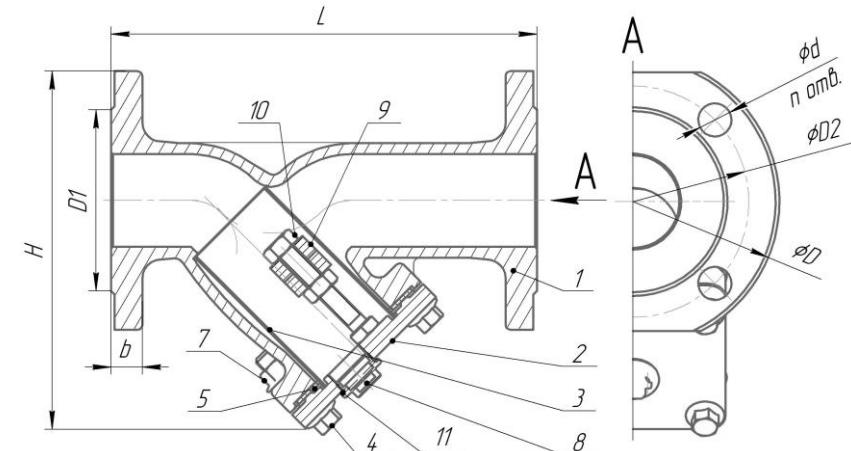

Рисунок 1 – Фильтр магнитный фланцевый чугунный LD
3. Габаритные и присоединительные размеры изделия (см. рисунок 1)